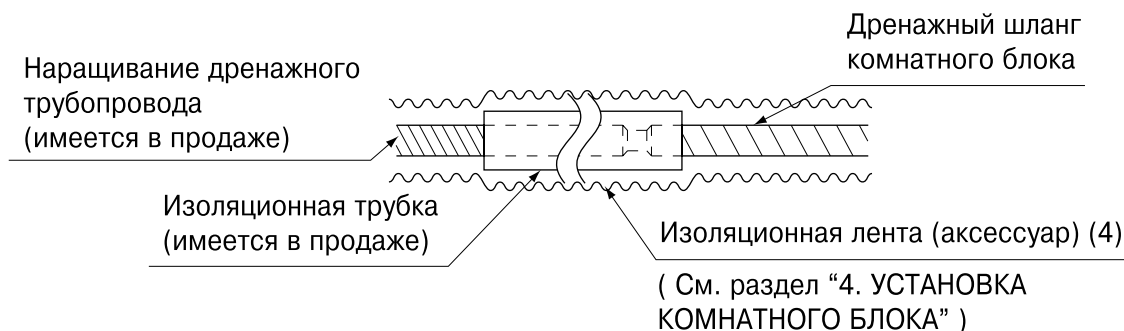

Рис. 17
- При наращивании дренажного шланга пользуйтесь имеющимся в свободной продаже удлинительным шлангом и следите за надлежащей изоляцией наращиваемого участка дренажного шланга, располагаемого в помещении. **(См. рис. 17)**